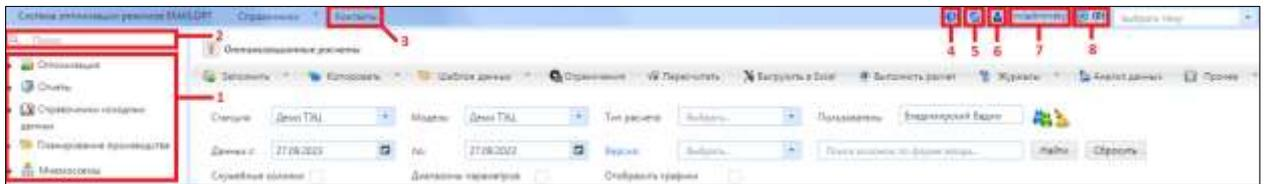
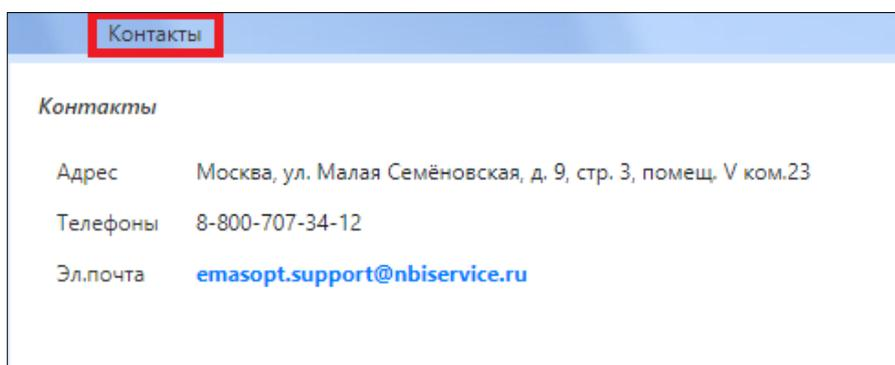

Рисунок 3.3.1 – Главная страница Системы
Рисунок 3.3.4 – Контактная информация в Системе
Элементы главной страницы Системы представлены на рис. 3.3.1.
Нажав на кнопку (3) «Контакты» (рис. 3.3.1) откроется окно с контактной информацией разработчиков ИАС (рис. 3.3.4).